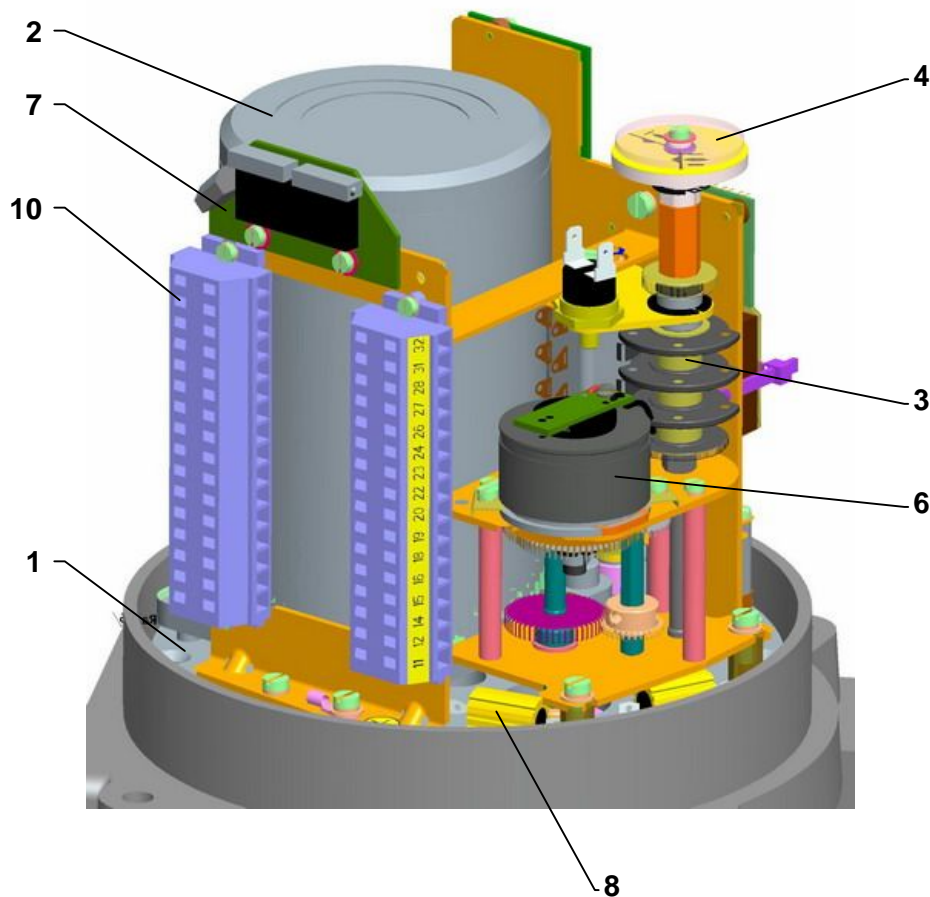

Рис.1
**Управляющая часть (рис. 1,1a,1b, 1с)** размещена на пульте управления (1), который содержит:
- электродвигатель (2) (в случае однофазного изготовления с конденсатором )
- моментную единицу (5) - управляемую аксиальным передвижением шнека
- узел положения и сигнализации (3) с датчиком положения (6) (омическим, емкостным или электронным датчиком положения (7) и с механическим местным указателем положения (4)
- отопительный нагревательный элемент (8) с тепловым реле
- электронный модуль (9)
- электрические присоединение с помощью **клеммной колодки** (10) (размещенных в пространстве управления) и кабельных концевых втулок или коннектора с кабельными вводами.
Рис.1а
Рис.1б
Рис. 1с – UP 2.5